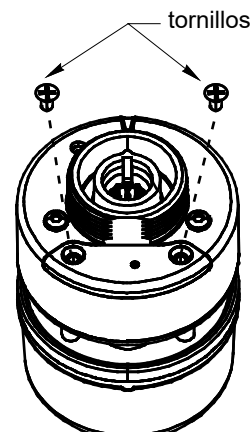

Figura 1: Extracción de los tornillos
2. En el instrumento WeatherStation, quite los dos tornillos del sensor de humedad/tapón* (Figura 1).